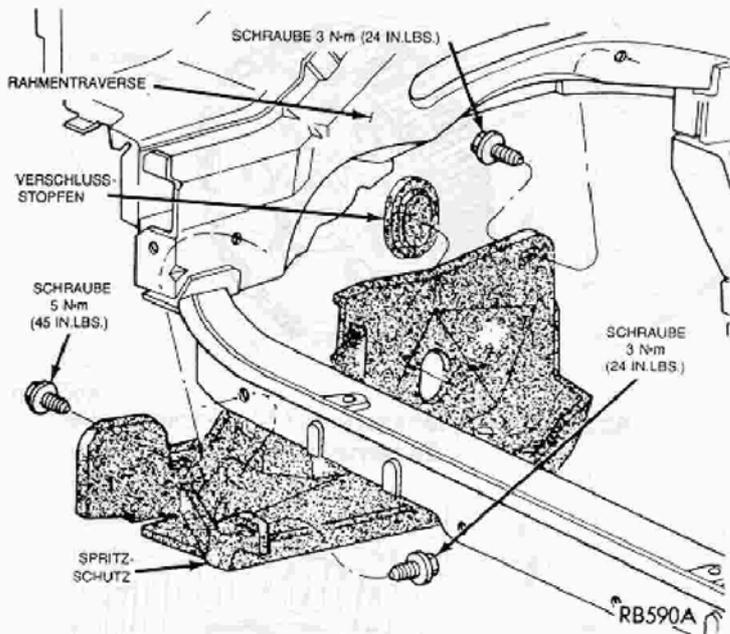

Abb. 2 – Spritzschutz innen rechts
(1) Fahrzeug anheben und Spritzschutz innen rechts ausbauen (Abb. 2).